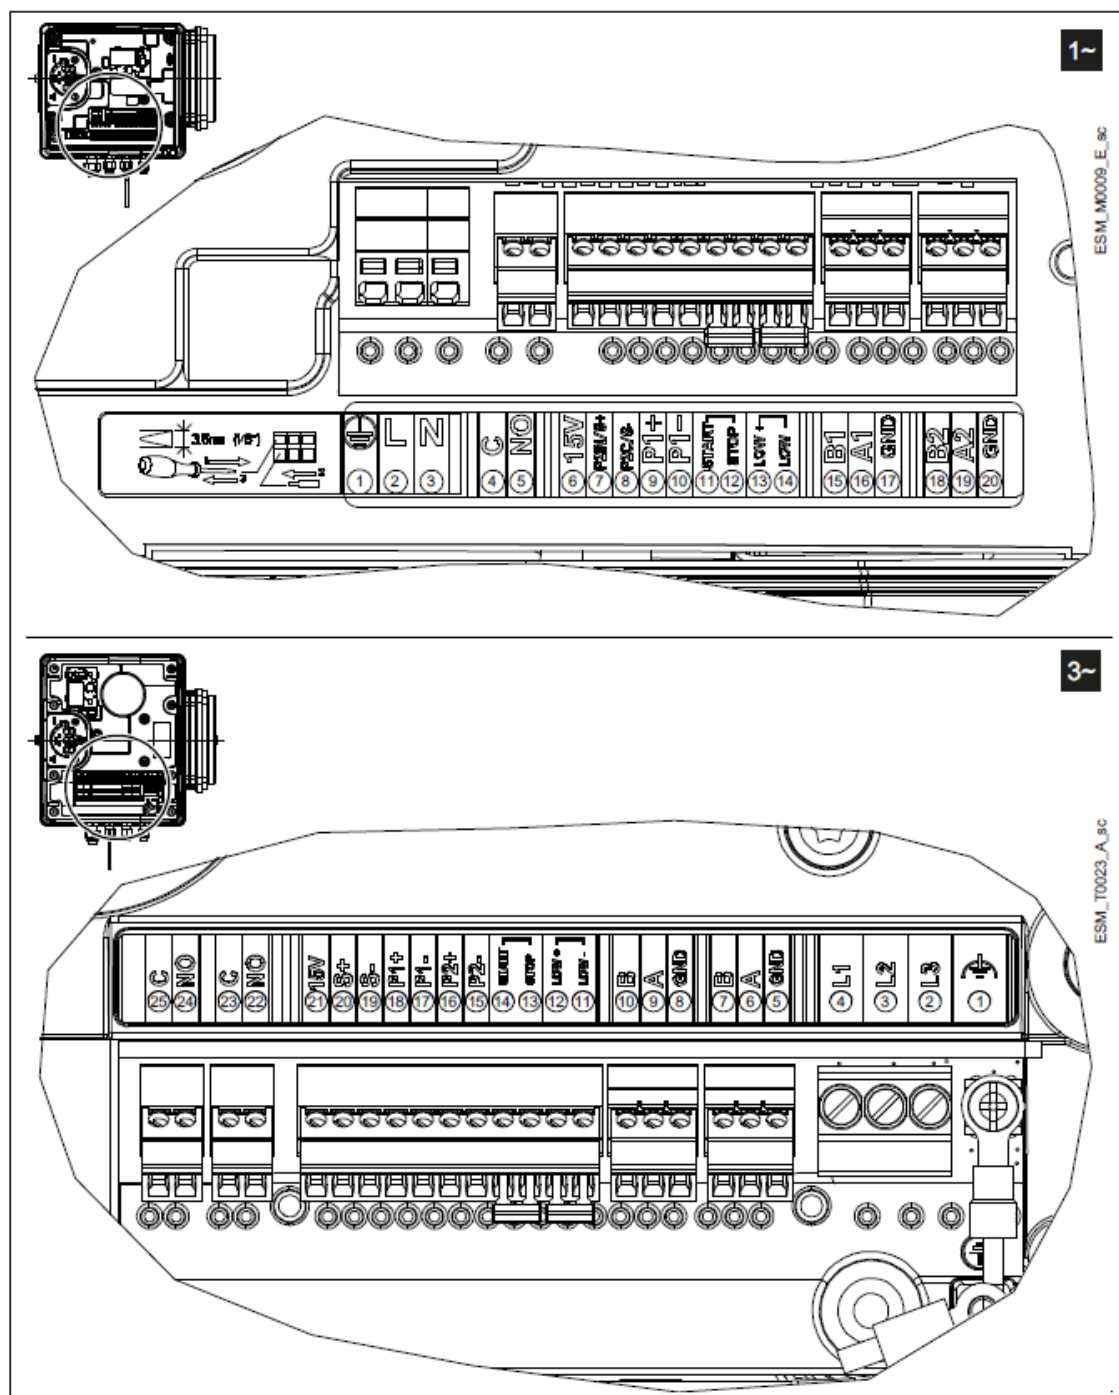

Figura 6: Etiqueta de conexión
1. Conecte el cable de acuerdo con el diagrama de cableado.	Figura 6 en la página 23